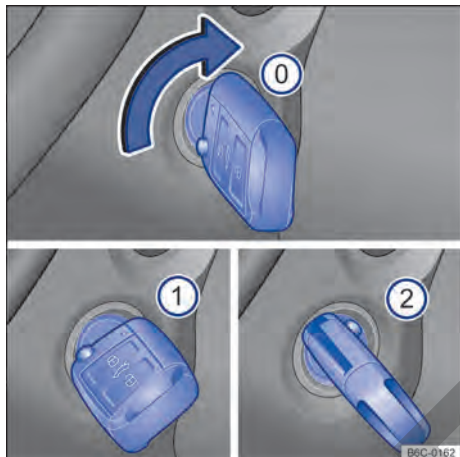

Fig. 84 Al lado del volante de la dirección, a la derecha: posiciones de la llave del vehículo en la cerradura de encendido.
Posiciones de la llave del vehículo → **fig. 84**
- ① Encendido desconectado. La llave del vehículo puede ser retirada.
- ① Encendido conectado.
- ② Pisar el pedal del freno y encender el motor. Cuando el motor arranque, suelte la llave del encendido. Al soltar, la llave del vehículo vuelve a la posición → **fig. 84** ①.
- Girar la llave del vehículo a la posición → fig. 84 . El encendido está conectado.
- Girar la llave del vehículo en el cilindro del encendido hacia la posición → fig. 84  – no acelere. Cuando el motor comience a funcionar, soltar la llave del vehículo en la cerradura de encendido.
- *Vehículos con cerradura de encendido*: girar la llave del vehículo en la cerradura de encendido a la posición → fig. 84 .